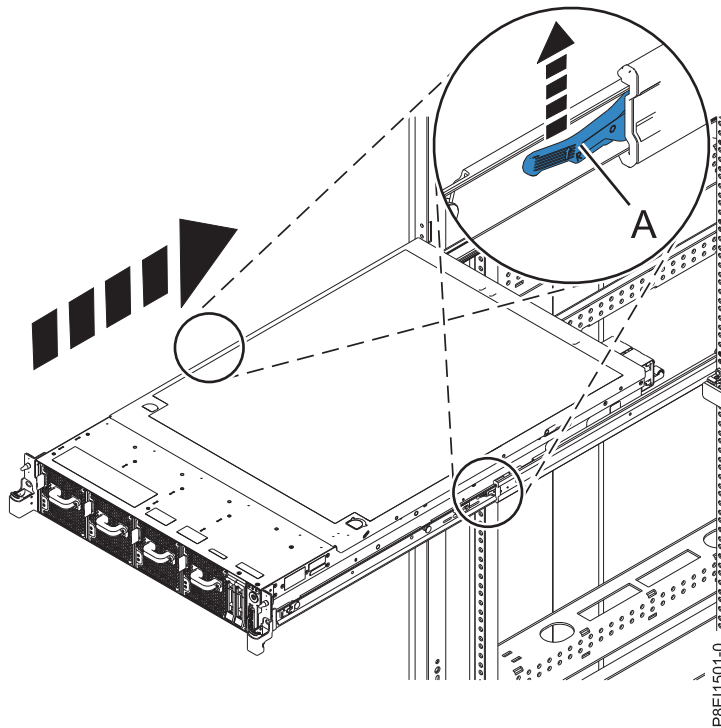

Figura 223. Colocación del sistema en la posición operativa
2. Alinee la unidad del sistema en los rieles y empuje la unidad del sistema de nuevo en el bastidor hasta que ambos pestillos de cierre queden bloqueados. Consulte Figura 223.